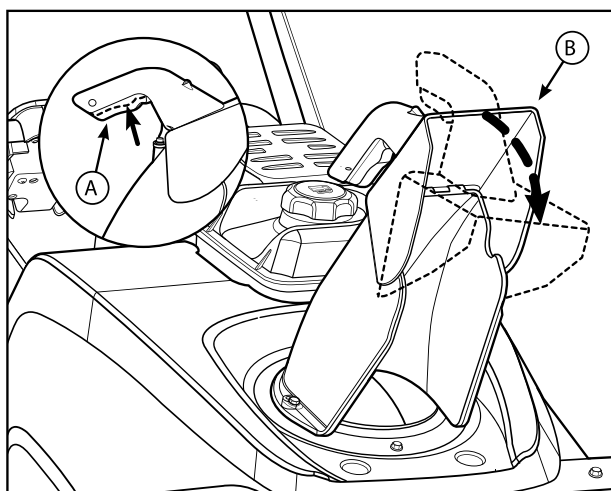

Рис. 11
1. Нажмите кнопку (А, Рис. 11) на рукоятке дефлектора и настройте дефлектор В вверх или вниз, чтобы контролировать высоту и расстояние выброса снега.